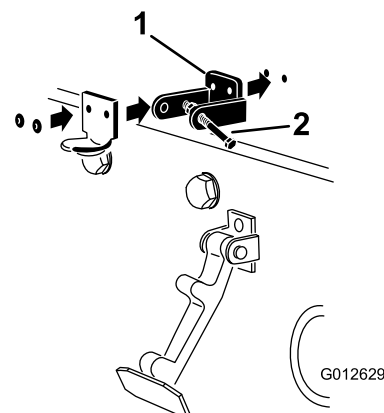

図4
3. CEロックブラケットとフードラッチブラケットの穴を整列させてフードにセットする 図4。
5. ブラケットとワッシャをフードにリベットで固定する 図4。